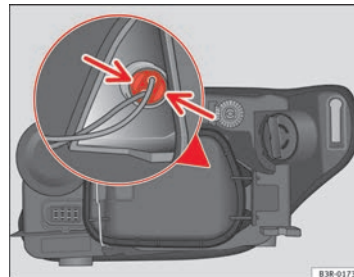

Fig. 201 Feu de position (côté extérieur véhicule) ►
- Pressez légèrement les languettes du support d'ampoules ⇒ page 280, fig. 201 et tirez vers le couvercle (il peut également s'extraire en tirant sur les câbles du support d'ampoules).